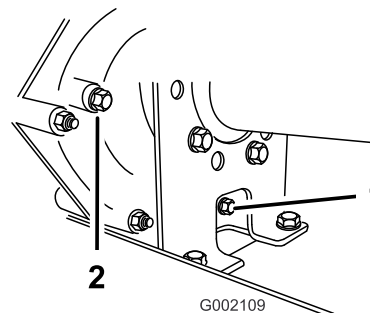
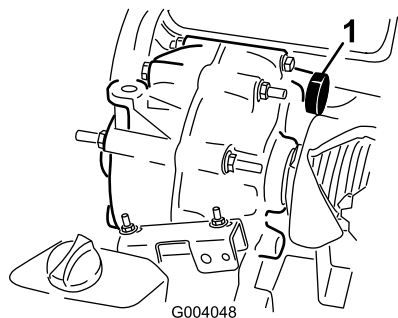

Figura 42
Figura 43
2. Retire el tapón de vaciado del lado derecho del depósito (Figura 42) y deje que se drene el aceite en un recipiente apropiado. Vuelva a colocar el tapón y apriételo cuando el aceite se haya drenado.
3. Llene el depósito (Figura 43) con aproximadamente 1,4 litros de aceite de motor SAE 10W/30, o hasta que el nivel del aceite llegue a la parte inferior del orificio indicador de nivel (Figura 42).